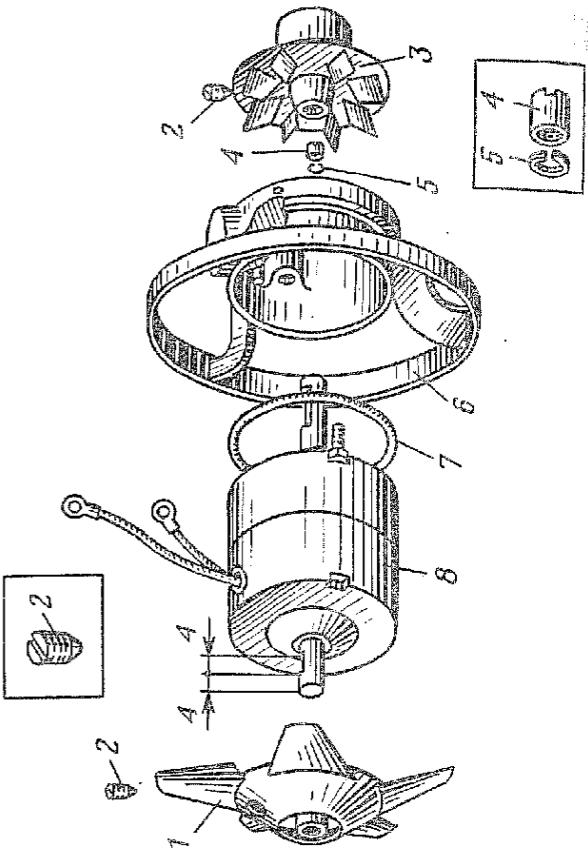

Рис. 111. Электродвигатель с магнетателем и вентилятором:
1.18. Вывернуть на один-два оборота стопорный винт 2 (рис. 111) крепления вентилятора и снять с вала электродвигателя вентилятор 1 (отвертка 150×0,5).
3.2. Установить на фланец 6 (рис. 111) электродвигатель 8, предварительно надев на его корпус уплотнитель 7, и закрепить электродвигатель специальными гайками 4 с пружинными шайбами 5 (отвертка 150×0,5).
Перед установкой нового электродвигателя следует проверить конец его вала под вентилятор: на нем должен быть паз под стопорный винт. Если паз отсутствует, то пропилить его, как показано на рис. 111, выдержав размеры: от конца вала до начала паза — 4 мм, длина паза — 4 мм, глубина — 0,9—1,0 мм.